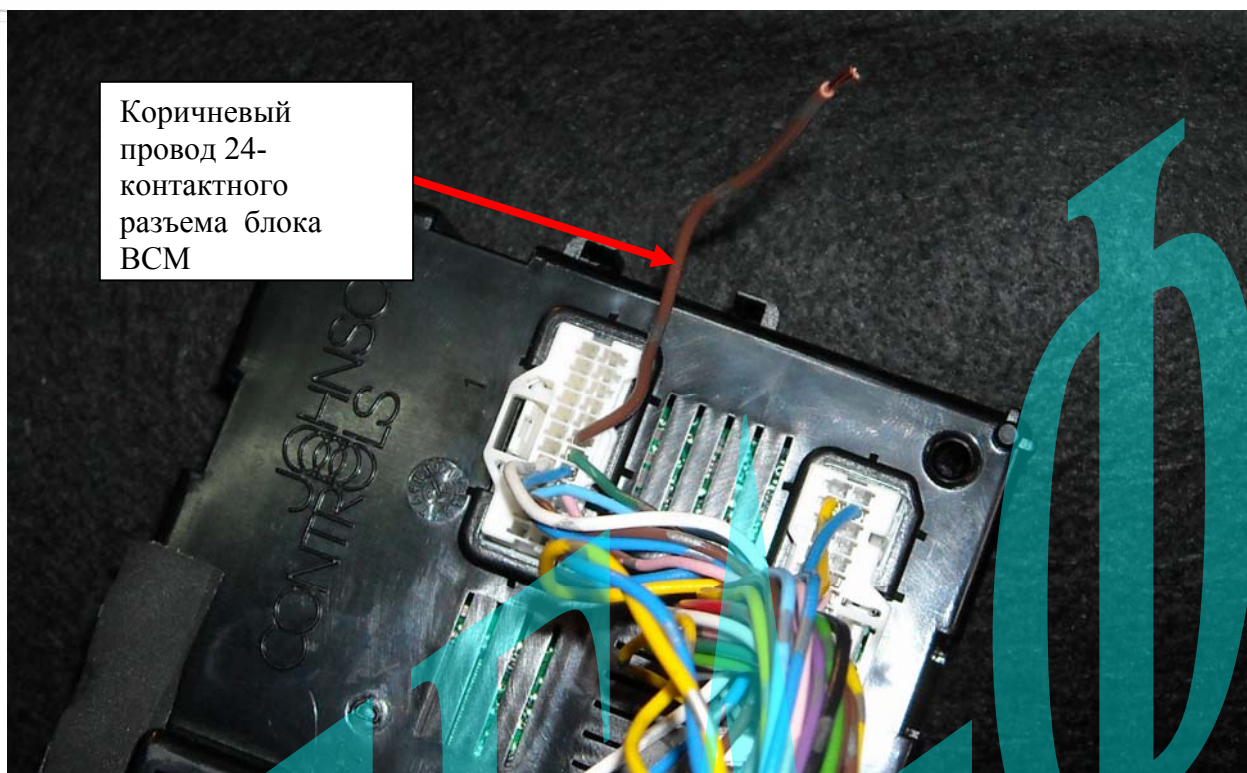

Рис. 3: Подключение центрального замка.
Управление центральным замком реализуется по аналоговой схеме с помощью встроенных реле с использованием разъема CN2 системы Scher-Khan Magicar 6 (B). Управление центральным замком (ЦЗ) можно выполнить по одному коричневому проводу 24-контактного разъема блока ВСМ (см. рис. 3) согласно схеме 1.